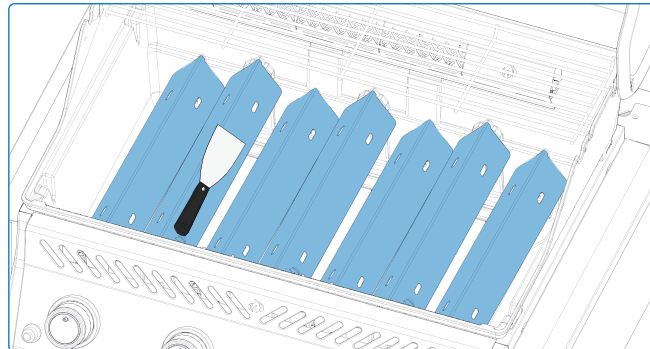

Рис. 9
- Включите горелку и держите ее на высокой температуре 5–10 минут, чтобы удалить остатки продуктов (рис. 9).